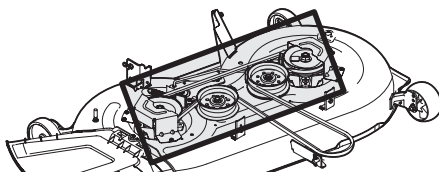

Figura 31
- Limpie la parte de arriba de la plataforma del tractor, debajo de las cubiertas del husillo y el área de la correa (Figura 31).